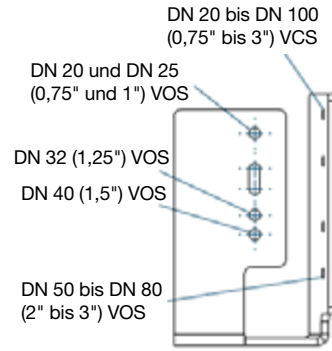

Abb. 4:
- Position des Schaltstifts und Lage der Montagebohrungen vermerken. 2 Schrauben vorsichtig entfernen und vorhandenen Meldeschalter herausziehen. Korrekte Position des Meldeschalters, siehe Abb. 4 bis 9 auf Seite 24 (MELDESCHALTER HINZUFÜGEN).
- Korrekte Position des Meldeschalters, siehe Abb. 4 bis 9 (unten). Die Ventilgröße wird in der Modellnummer durch die ersten 4 Ziffern dargestellt. Zum Beispiel hat ein CP-Ventil DN 80 (3") die Modellnummer 300C.